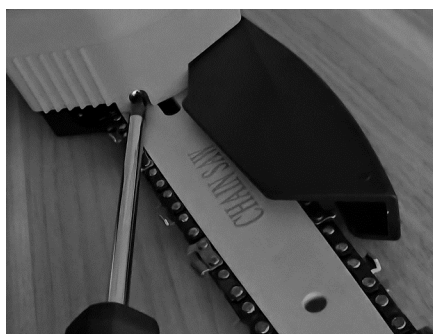

Рис.3
- произвести натяжение цепи с помощью отвёртки и натяжного винта (рис. 3);